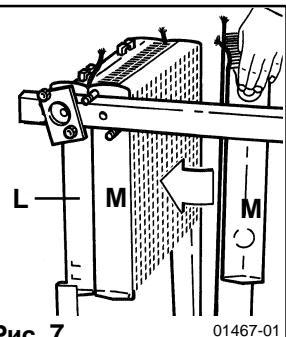

Рис. 7
- Установить серединную секцию, опираясь на крайнюю секцию со стороны выхода и на коллектор. Повторить эту операцию для всех серединных секций(рис. 7).